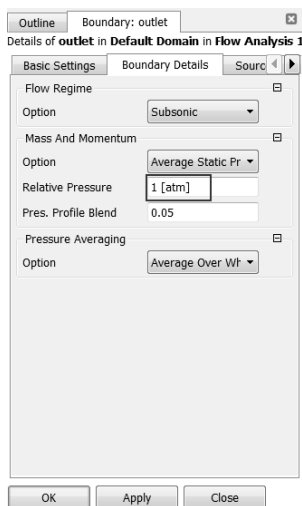

图 17-28 出口设置
Step12 : 选择如图 17-28 所示的 Boundary Details 选项卡, 在其中做如下设置。